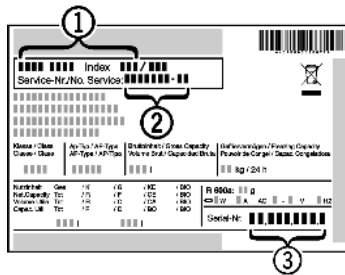

Fig. 12
- ▶ A készülék megnevezését Fig. 12 (1), a szerviz- Fig. 12 (2) és sorozatszámot Fig. 12 (3) a típus-tábláról olvassa le. A típustábla a készülék belsejében baloldalon található.
- ▶ Értesítse a vevőszolgálatot a hibáról, és adja meg nekik a készülék megnevezését Fig. 12 (1), a szerviz- Fig. 12 (2) és a sorozatszámot Fig. 12 (3).